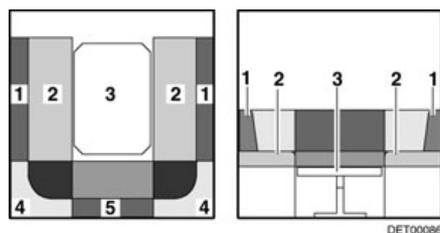

Fig. 120 Durante la transformación
- Tirar de los cojines del asiento (Fig. 120,2) hacia el centro.
- Colocar los cojines del respaldo (Fig. 120,1) entre los cojines del asiento y la pared exterior.
- Quitar los cojines del respaldo (Fig. 120,4 y 5) y ponerlos a un lado.